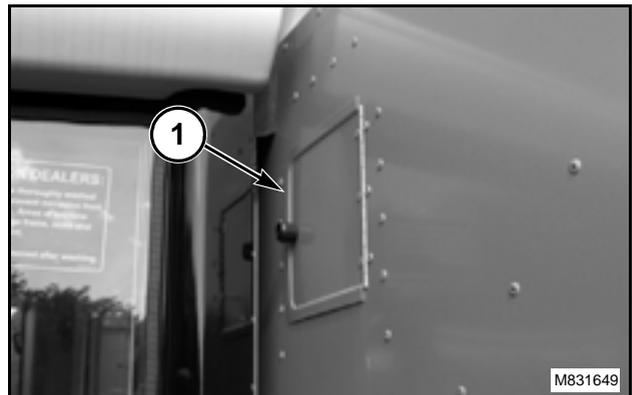

FIG. 17
FIG. 17: Una compuerta de la muestra de granos (1) esta provista y puede verse desde la plataforma del operador. Para obtener una muestra, abra la puerta de acceso, retire la muestra, cierre y trabe la puerta.